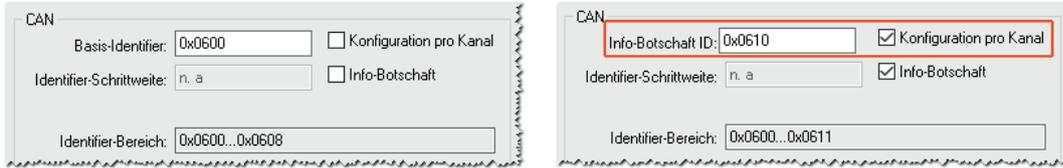

Abb. 6-37: Dialog für Gerätekonfiguration, Dialogbereich **CAN**
- ▶ Die Bezeichnung des Felds **Basis-Identifer** ändert sich in **Info-Botschaft ID** (Abb. 6-37). In diesem Feld wird dann die Start-ID der zuerst aktivierten optionalen CAN-Botschaft angezeigt.